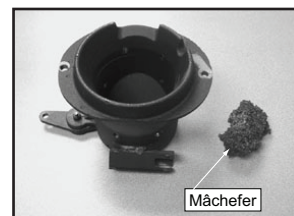

Figure 13.1
- Tirez plusieurs fois sur la tringle de nettoyage du foyer de combustion afin faire tomber les débris (**article 1, page 14**). Si la tringle est difficile à tirer, il se peut qu'il faille utiliser le racleur du foyer de combustion pour gratter les cendres qui se sont accumulées sur la plaque de fond du foyer de combustion et pour pousser les scories. Les scories les plus grosses doivent être, le cas échéant, retirées du dessus du foyer de combustion. La plaque de fond du foyer de combustion doit être complètement refermée après l'opération. **Figure 13.1**.